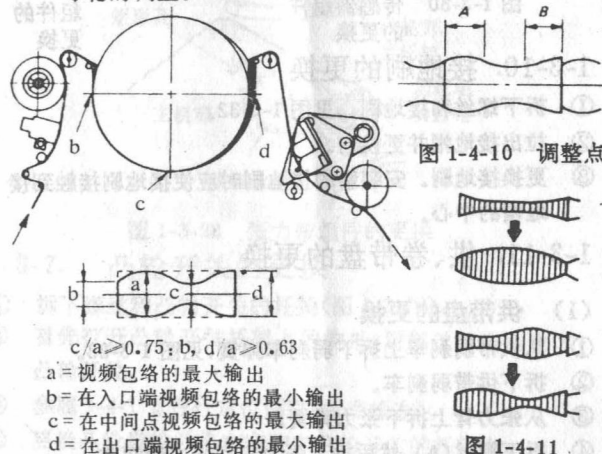

图 1-4-9 包络波形的调整
- ① 重放标准磁带。
- ② 用示波器观察视频信号的包络,用视频开关脉冲做示波器触发信号。
- ③ 确认视频包络的波形(在其最大值)如图 1-4-9 所示的规格范围,如果不是,按下述步骤调整。
- ④ 以同样的方法检查包络。
- ⑥ 重放 E-240 磁带,确认在导柱 3 的下凸缘处没有磁带皱褶。
- ① 用 E-180 磁带或 E-240 磁带自录自放视频信号,确认重放输出的包络的技术要求如图 1-4-9 所示。